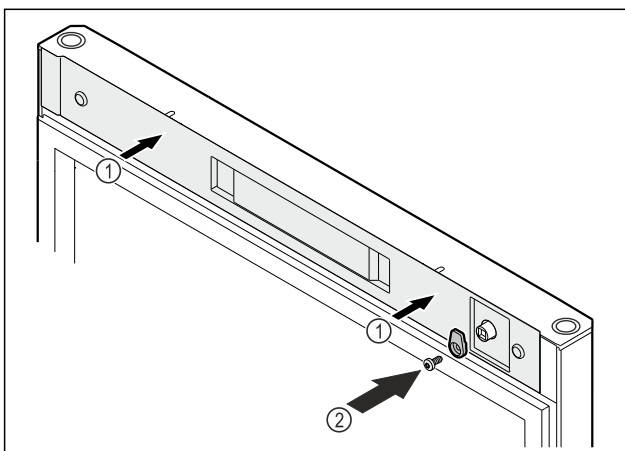

Fig. 54
- ▶ Aseta suojus paikalleen Fig. 54 (1).
- ▶ Kiinnitä sulkuhaka ruuvilla Fig. 54 (2).